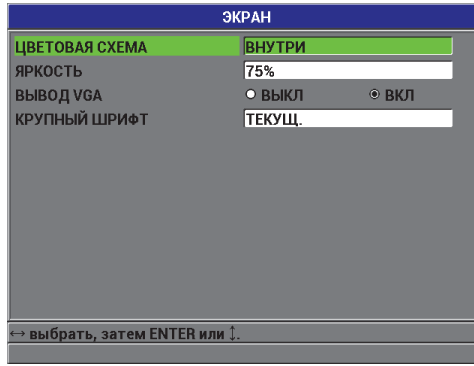

Рис. 3-4 Окно настроек ЭКРАНА
2. В окне **ЭКРАН** (см. Рис. 3-4 на стр. 59) выберите необходимый параметр и его значение: